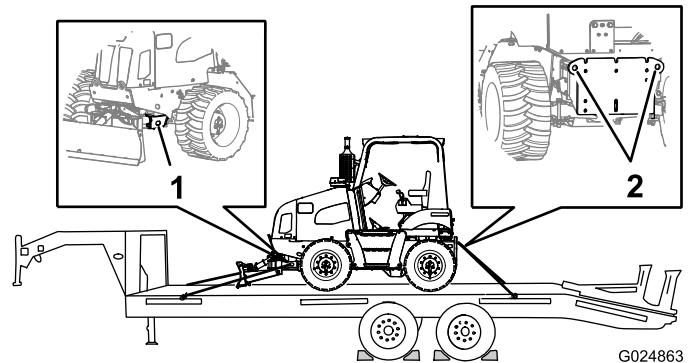

Bild 58
9. Befestigen Sie die Maschine vorne und hinten mit Ketten und einem Seil am Anhänger (Bild 58).